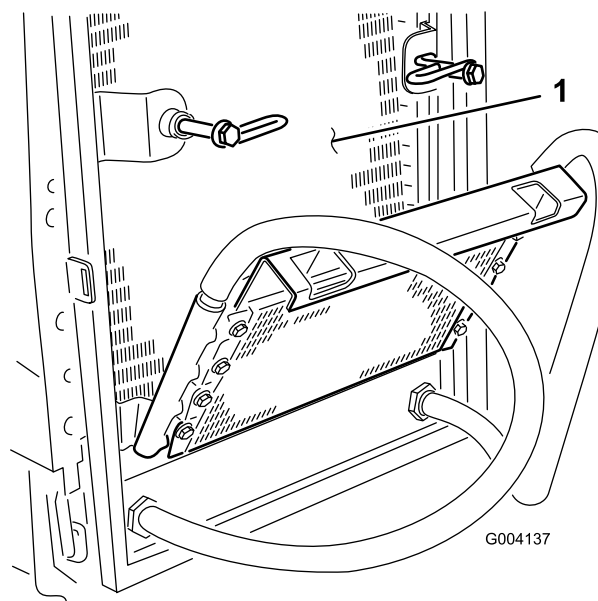

Figure 107
8. Nettoyez soigneusement les deux côtés du refroidisseur d'huile et du radiateur (Figure 107) à l'air comprimé.